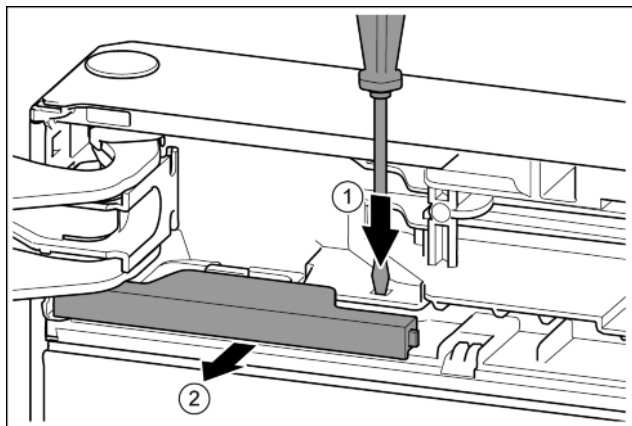

Fig. 8
- За допомогою шліцевої викрутки притисніть накладку. *Fig. 8 (1)*
- Витягніть кришку з фіксатора. *Fig. 8 (2)*